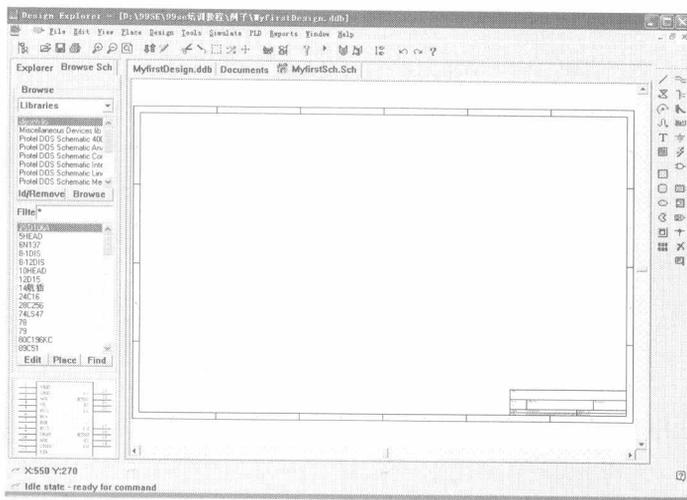

图 1-21 新建的原理图设计文件
3. 在新建文件对话框中，单击【Schematic Document】(原理图文件)图标，然后单击 按钮，即可新建一个原理图设计文件，如图 1-21 所示。